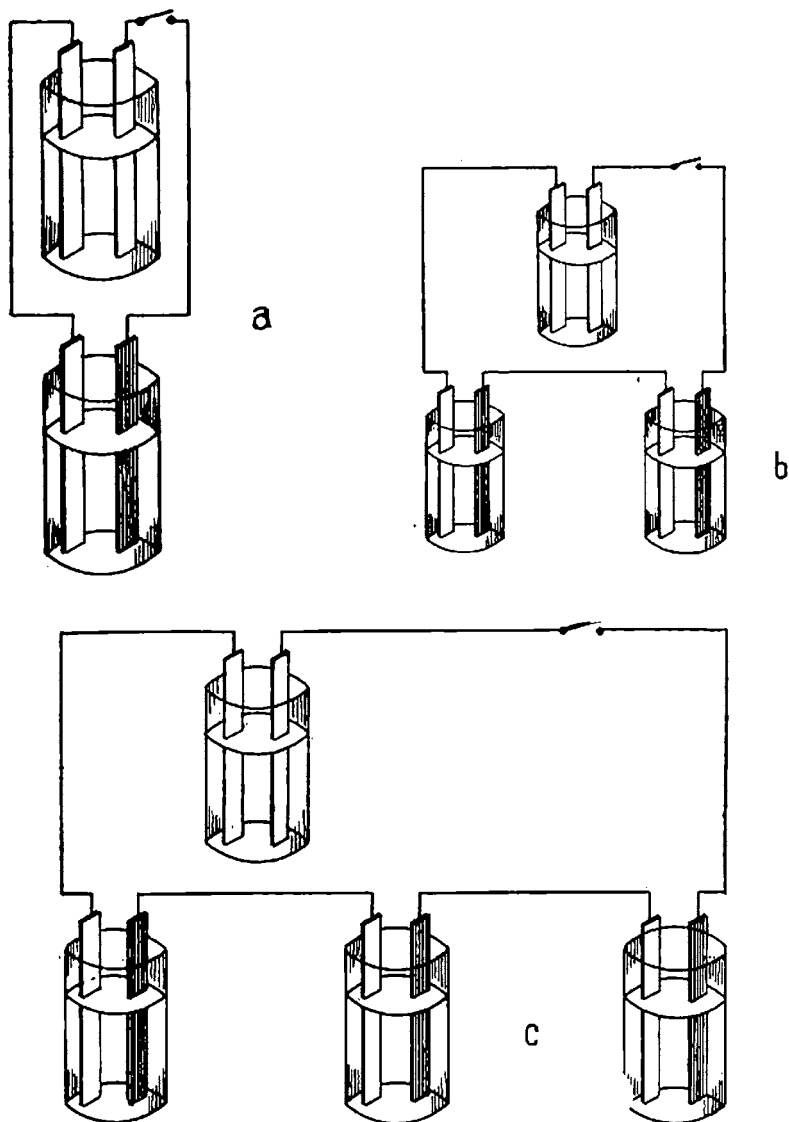

Fig. 7. a, b, c — Circuite electrice
7. Intensitatea curentului. Să facem mai multe montaje de circuite simple, așa cum arată fig. 7, compuse din: pilă, o sârmă și voltmetru.